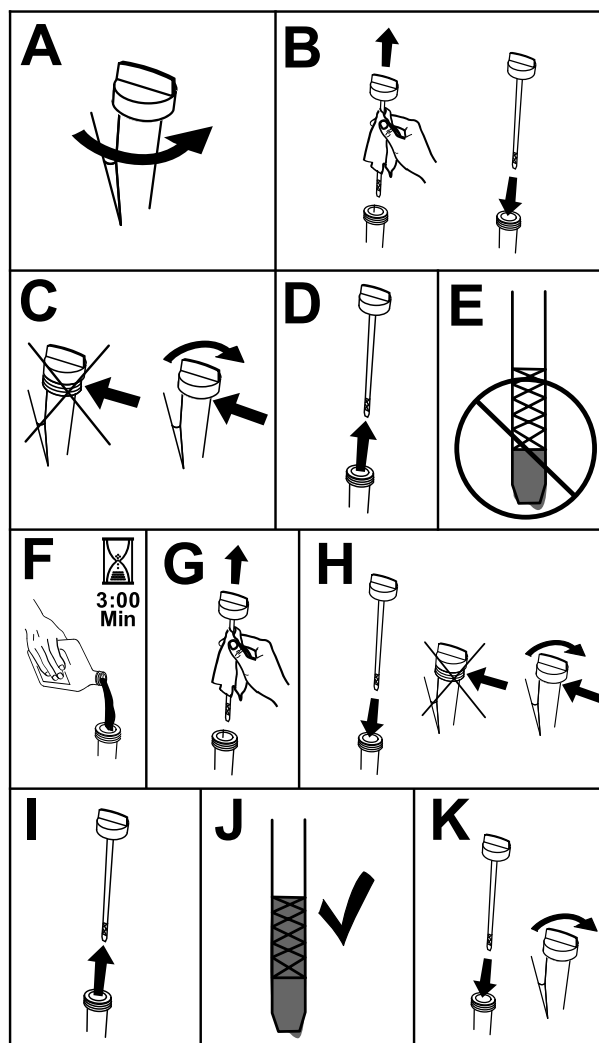

Bild 40
3. Reinigen Sie den Bereich um den Ölfüllstutzendeckel bzw. den Peilstab vor dem Abnehmen, damit kein Schmutz oder Schnittgut usw. in den Motor gelangt (Bild 40).